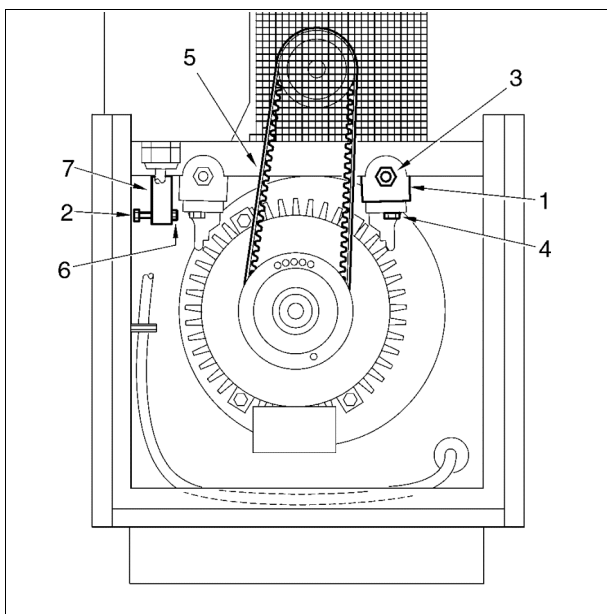

Bild 13
Die Transportsicherung Elektromotor (- 1 - Bild 13) muss vor Inbetriebnahme des Kompressors entfernt werden.
- Entlasten des Motors bei abgenommenem Panel durch Drehen der Bewegungsschraube (- 2 - Bild 13) im Uhrzeigersinn
- Lösen der Transportsicherungsschrauben (- 3 - und - 4 - Bild 13) und Demontage der Transportsicherung
- Keilriemen (- 5 - Bild 13) auf einwandfreien Sitz in den Keilriemenscheiben kontrollieren
- Zurückdrehen der Bewegungsschraube, bis die Sicherungsmutter (- 6 - Bild 13) an den Halter (- 7 - Bild 13) anschlägt; zur Drehsicherung Bewegungsschraube fest anziehen (entgegen Uhrzeigersinn)
- Transportsicherungen müssen entfernt werden (siehe Kapitel 6.4). (Bild 13)